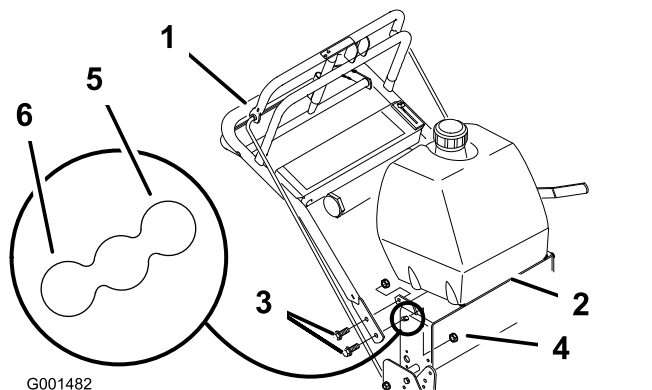

Figure 20
- Desserrez les boulons à embase supérieurs (3/8 x 1 po) et l'écrou à embase (3/8 po) qui fixent la poignée au cadre arrière (Figure 20).
- Enlevez les boulons à embase inférieurs (3/8 x 1 po) et les écrous à embase (3/8 po) qui fixent la poignée au cadre arrière (Figure 20).